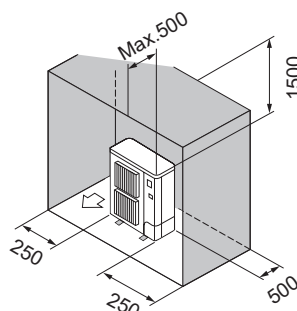

Fig. 2-8
- ⑥ Obstacles uniquement à l'arrière, sur les côtés et au-dessus (Fig. 2-8)